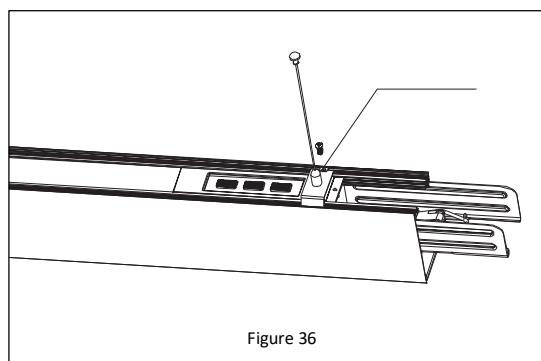

Figure 36
6. Installez le support de levage dans le luminaire dans une position permettant la suspension et l'accouplement. *Reportez-vous à la Figure 36.*